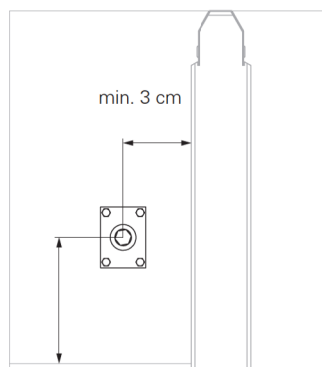

Fig. A2.19
1. Verificare lo spazio necessario per la piastrina di predisposizione M24 (**17**). Servono distanze laterali di 3 cm e 4 cm rispettivamente. (Fig. A2.19 + A2.20)